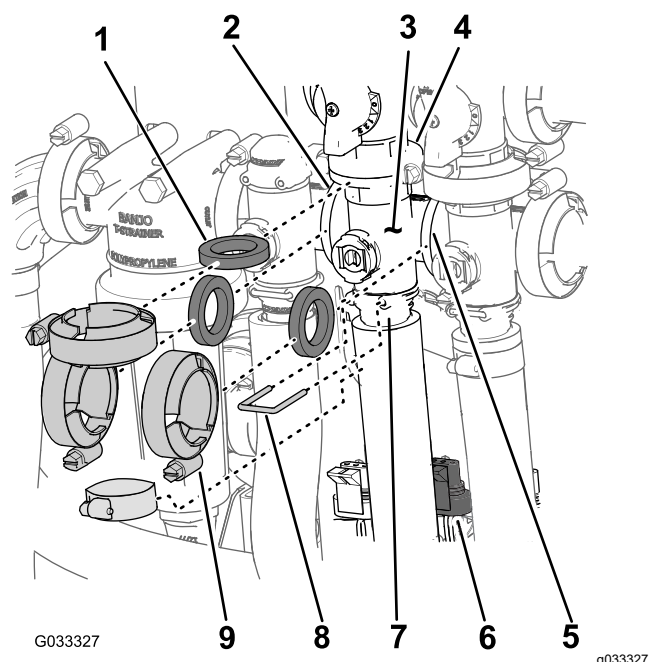

Рисунок 70
1. Снимите хомуты и прокладки, которые крепят коллектор клапана перемешивания (Рисунок 70) к перепускному клапану перемешивания, клапану управления нормой внесения, главному клапану секций и переходному штуцеру (дроссельный клапан перемешивания).
2. Снимите держатель, который крепит выпускной штуцер к коллектору клапана управления интенсивностью опрыскивания (Рисунок 70).